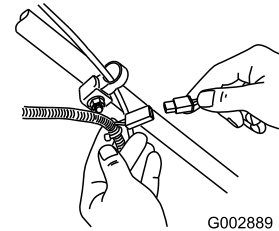

Figura 28
1. Conecte el cargador al arnés de cables situado debajo de la llave de contacto (**Figura 28**).